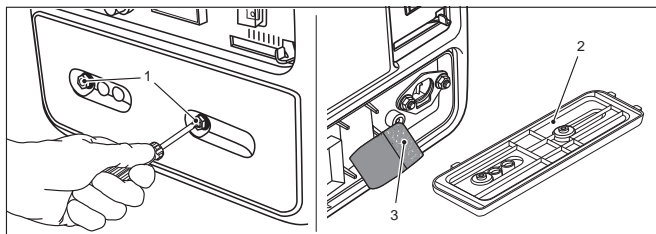

рис. 15
Загрязненный воздушный фильтр не позволит воздуху поступать в карбюратор. Регулярная чистка фильтра позволит карбюратору работать в нормальном режиме. В очень загрязненных условиях обслуживание воздушного фильтра должно происходить намного чаще, чем при нормальных условиях. Открутите винты (1) крышки (2) воздушного фильтра и снимите ее (рис. 15). Извлеките фильтрующий элемент (3) (рис. 15).